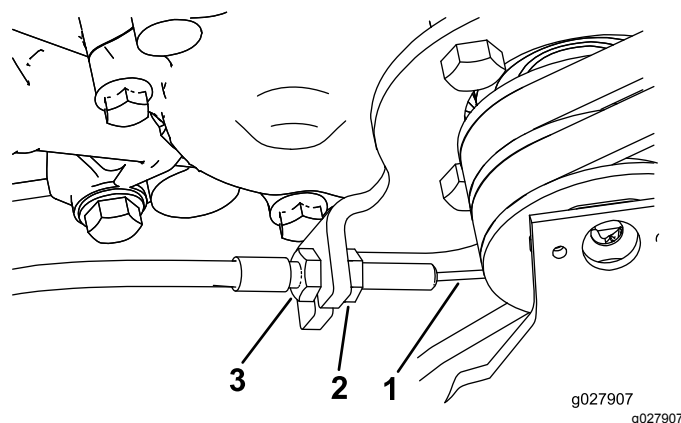

Figura 44
3. Para remover a folga do controlo de tração, desaperte a porca de retenção do cabo dianteira e aperte a porca de retenção do cabo traseira (Figura 44) até que seja removida toda a folga.